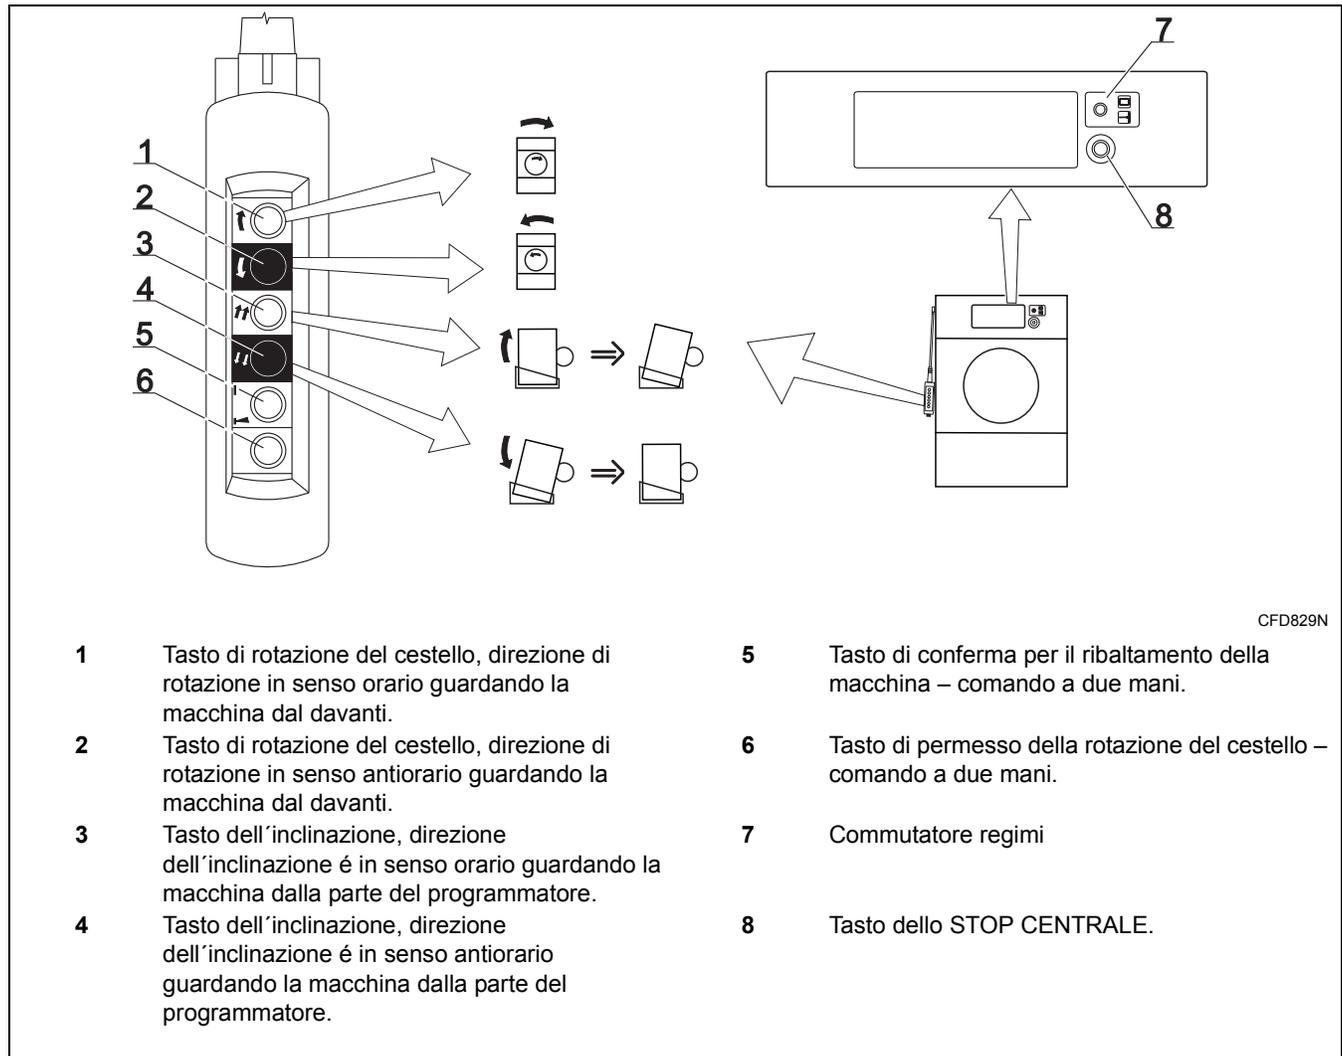

Figura 13
La macchina può essere inclinata all'indietro nella posizione desiderata, la posizione finale dell'inclinazione è di 15° dalla posizione base. Se la posizione base vi soddisfa, non è necessario inclinare la macchina fino alla posizione finale. Per inclinare la macchina in avanti tenere premuto il tasto d'inclinazione della macchina sul comando (Figura 13, pos.3). Dopo un intervallo fino a circa 10s la macchina comincia ad inclinarsi. Il sistema d'inclinazione comandato a motore elettrico reagisce senza alcun intervallo. Lasciando il tasto l'inclinazione della macchina viene interrotta. Raggiunta la posizione limite l'inclinazione viene arrestata.
Per la rotazione del tamburo in posizione inclinata premere e tenere premuto sul comando il tasto per la direzione richiesta della rotazione (*Figura 13*, pos.1, oppure pos.2) e nello stesso tempo il tasto verde (6). In tal modo lo scarico del bucato sar  piú facile.
Scaricato il bucato inclinare la macchina nuovamente in posizione base. Sul comando premere e tenere premuto il tasto di inclinazione della macchina (*Figura 13*, pos.4). Liberando il tasto premuto l'inclinazione della macchina sar  interrotta.